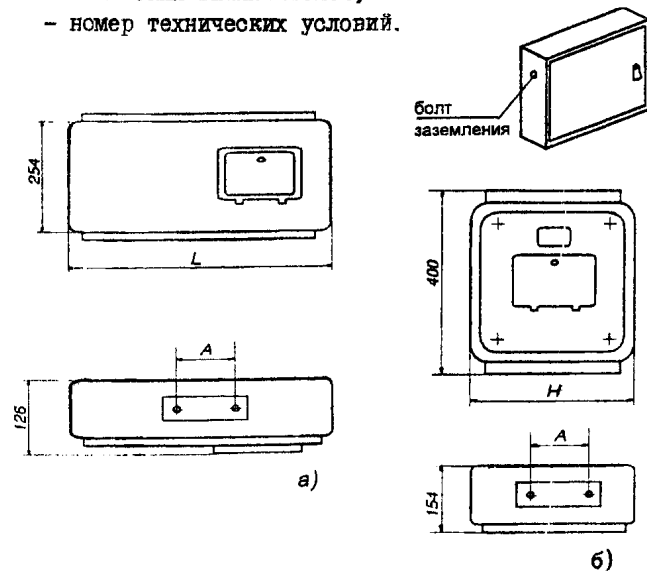

Рис. 4 Общий вид осветительных щитков:
2. Щитки ОП(ОПВ) служат для приема и распределения электрической энергии и защиты от перегрузок и токов короткого замыкания групповых линий в сетях с глухозаземленной нейтралью при напряжении 380/220 В. Щитки комплектуются автоматическими выключателями типа АВ 1031 на отходящих линиях. Номинальный ток расцепителя, одинаковый для всех автоматических выключателей одного щитка, 16, 20 или 25 А (указывается при заказе). Ввод и вывод проводов осуществляется через верхнюю и нижнюю съемные крышки. Наибольшее число и сечение жил проводов, присоединяемых к одному вводному зажиму,  $2 \times 50 \text{ мм}^2$ . Устанавливаются щитки на стене (см. рис.4). Номинальный ток от 25 до 100 А. Степень защиты IP30 по ГОСТ 14254–96.